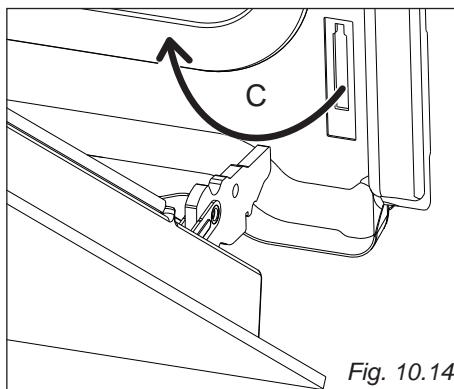

Fig. 10.14
- Estrarre i ganci delle cerniere (destra e sinistra) dal loro alloggiamento (freccia "C" - fig. 10.14).